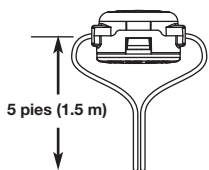

Fig. 17
2. Utilizando una línea de reemplazo de 10.5 pies (3.2 m). Empuje un extremo de la línea a través de uno de los ojetes hasta que salga por el lado opuesto. Continúe empujando o tirando de la línea hasta que la línea quede distribuida uniformemente, de manera que se vea aproximadamente 5 pies (1.5 m) desde ambos lados del cabezal de corte (Fig. 17).